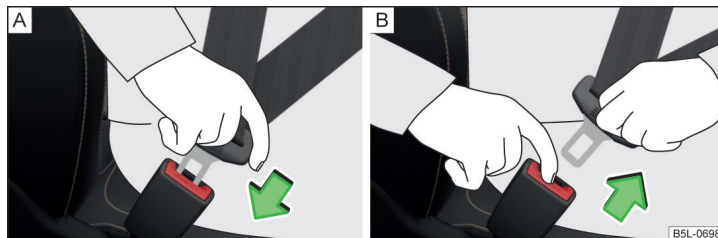

Fig. 5 Colocar y quitar el cinturón de seguridad
- Introducir la lengüeta en el cierre correspondiente al asiento » fig. 5 - A hasta que se oiga que encaja.
- Pulsar la tecla roja en el cierre del cinturón » fig. 5 - B, la lengüeta del cinturón saldrá disparada.